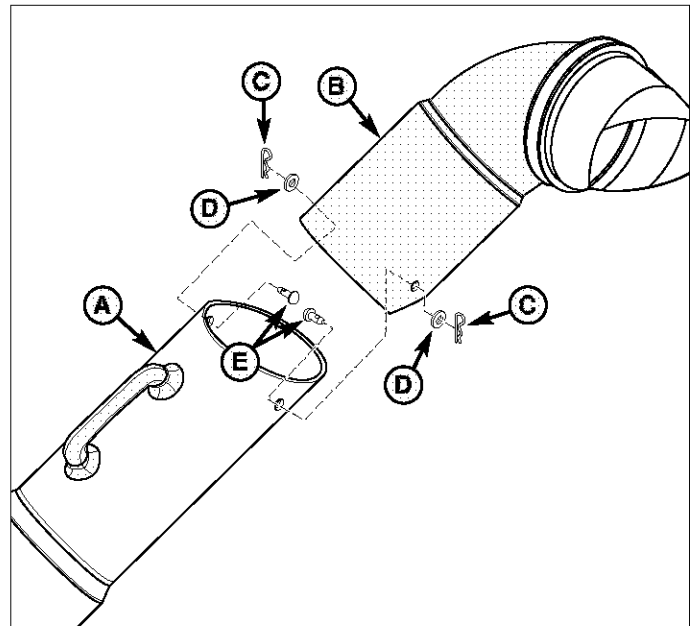

Figura 7. Ensamble de Bastidor del Recolector
1. Sujete el tubo superior (B, Figura 7) al tubo medio (A) usando las clavijas de seguridad (E) como se muestra. Sujételo con las arandelas (D) y las horquillas (C)